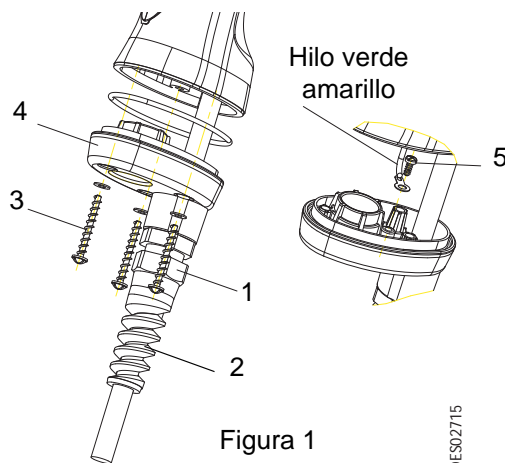

Figura 1
- **Etapa 7:** Fijar el hilo verde / amarillo (Ref. 4 figura 1) en el enchufe de la culata.
- **Etapa 8:** Montar el enchufe (Ref.3 figura 1), apretar el prensaestopa con un par de apriete de 3,5N.m., el aprietacable debe ser previamente separado del prensaestopa. Para atornillar el aprietacable en el prensaestopa.